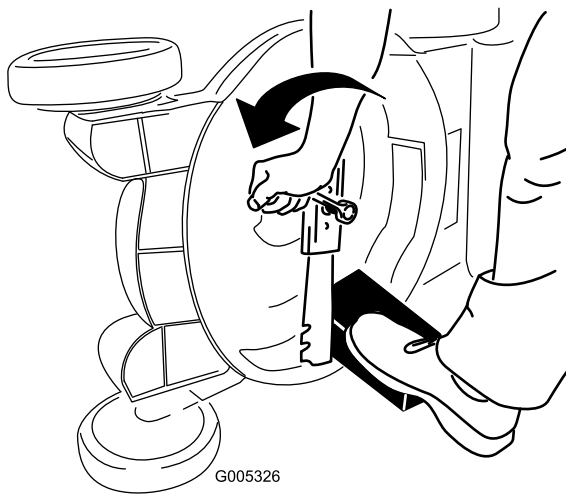

Bild 25
3. Stabilisieren Sie das Messer mit einem Holzblock (Bild 25).